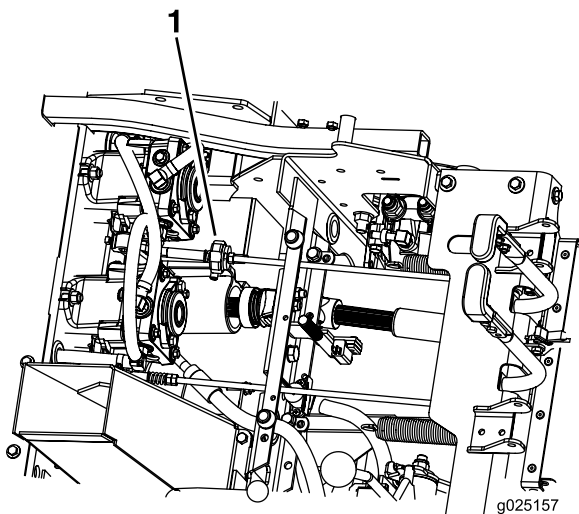

Figura 43
6. Asegúrese de que la máquina no se desplace en punto muerto con el freno de estacionamiento quitado (Figura 43).